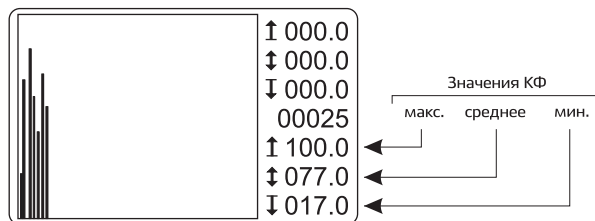

Рис. 57 – Отображение информации на экране центрального пульта №2 в режиме анализатора сети для оценки уровня КФ
- На экране центрального пульта №2 отображается график КФ (рис. 57).